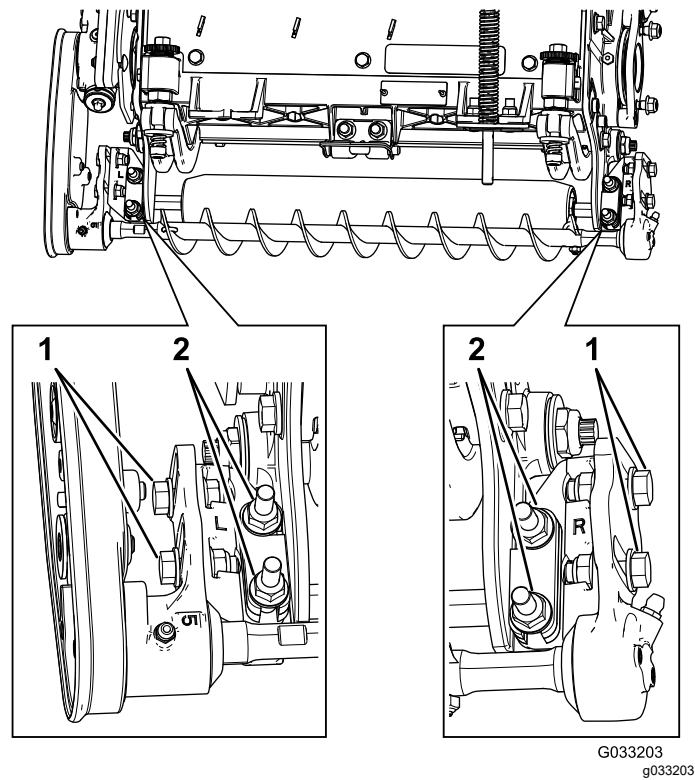

图 9
- A. 松开将滚筒刷安装支架固定到滚刀组侧板上的 2 个凸缘锁紧螺母图 9。
- B. 旋转滚筒刷轴承座直到滚筒刷侧板与滚刀组侧板保持平行图 9。
- C. 拧紧将滚筒刷安装支架固定到滚刀组侧板上的 2 个凸缘锁紧螺母图 9。
1. 松开将每个滚筒刷轴承座固定到滚筒刷安装支架上的 2 个螺栓图 9。